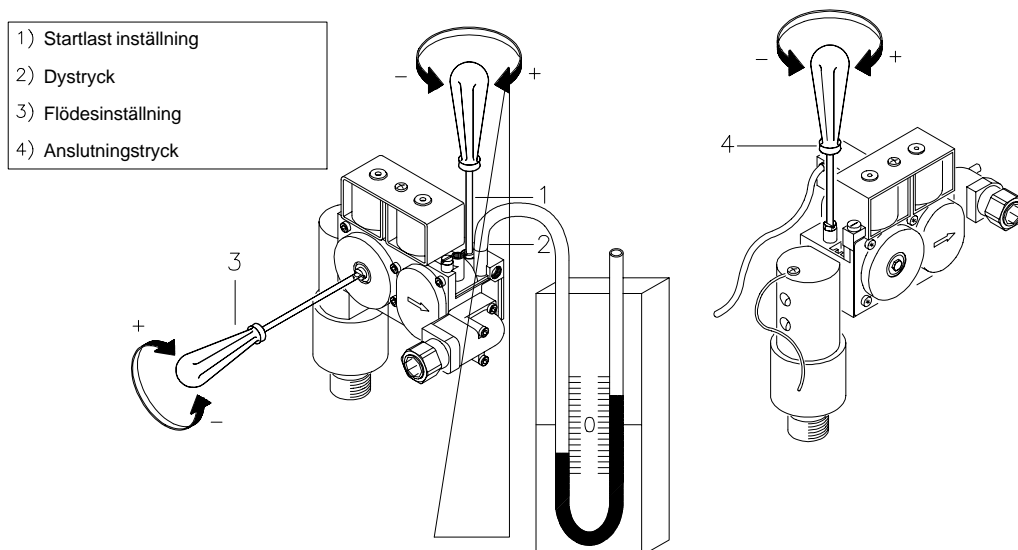

Fig. 28 Adjusting the pressure on the electrovalve and the pressure sockets
För att kontrollera dustryck/brännartyck (Naturgas G20 - G25), använd mätstuds pos 2 (fig. 28) nedströms från magnetventilerna; om det avlästa trycket inte överensstämmer med dataskylten måste brännaren kalibreras (under drift) genom att skruva på inställningsskruv pos 3 (fig. 28) tills rätt värde erhålls.